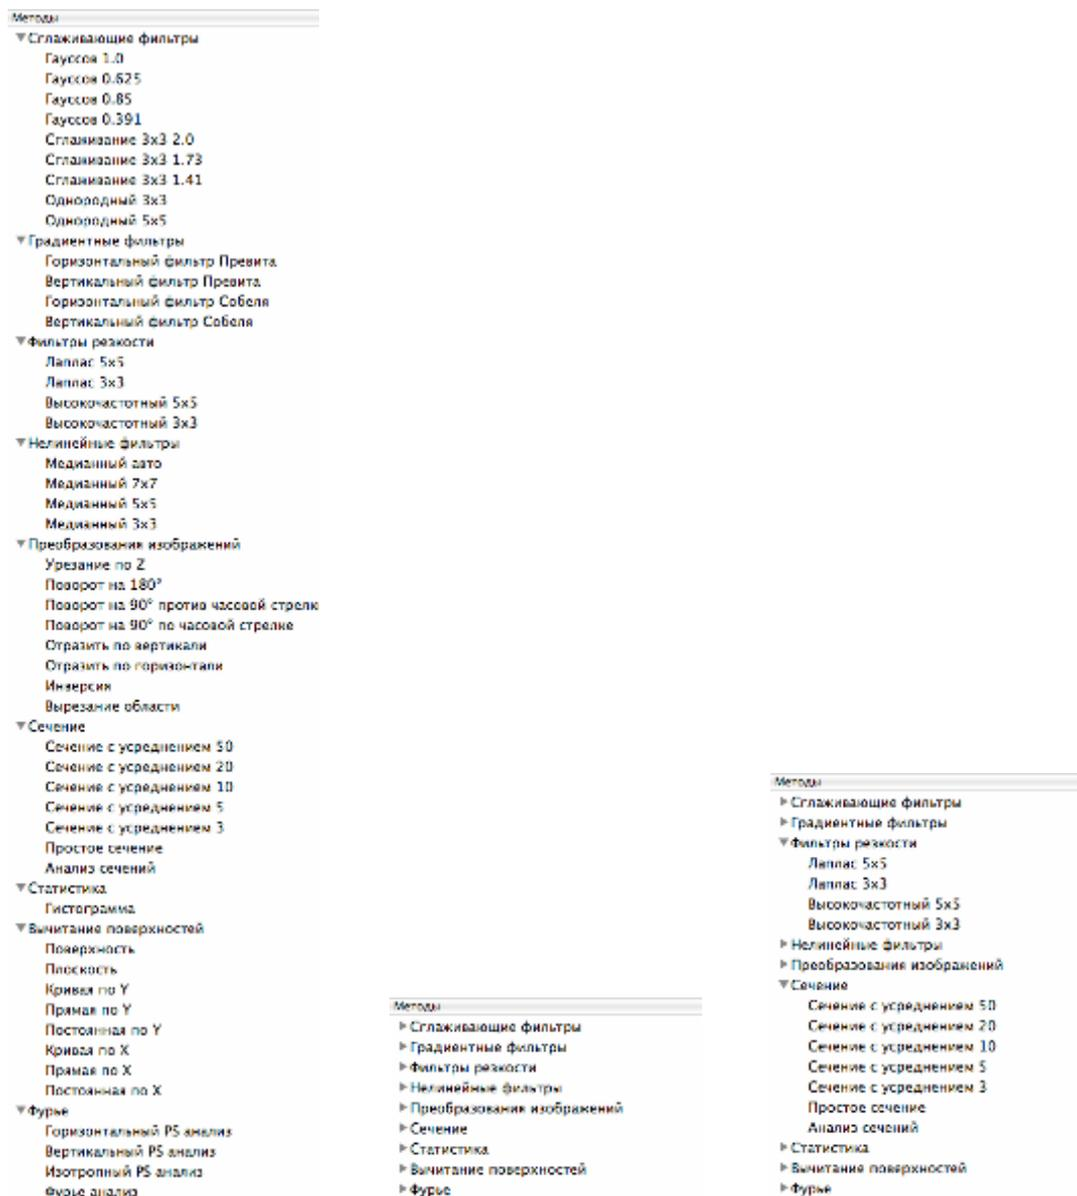

Рис. 5-4. Дерево методов
- развернутое (Рис. 5-4 а);
- свернутое (Рис. 5-4 b);
- частично-развернутое (Рис. 5-4 с).